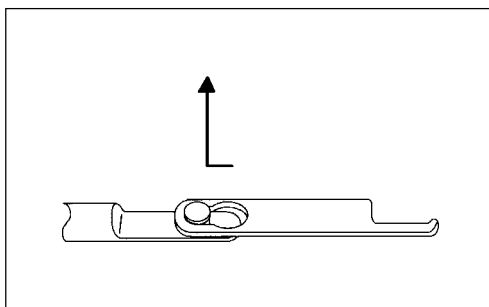

Рис. 3.21.
7. Отсоедините коннектор клипса от крюка (см. рис. 3.21).